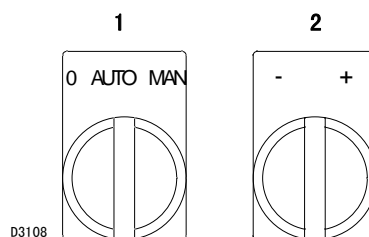
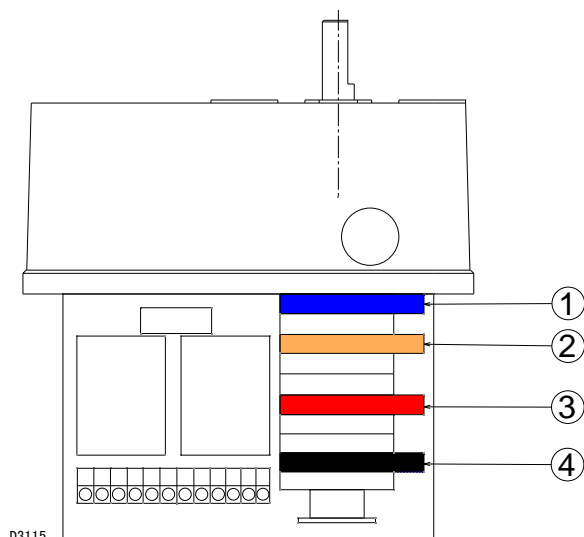

图 25
图 26
将选择器 1（图 25）置于“MAN”位置。
伺服电机（图 26）通过可变轮廓的凸轮和燃气蝶阀，同时对空气阻尼器进行调整。43 秒内旋转 130°。
旋转选择器 2 (图 25) “降低输出功率”，并将其旋转至“-”，直到伺服电机以 35 (在工厂内进行的调整) 关闭空气阻尼器和燃气蝶阀为止。
- 如有必要减少输气量，则以小幅规则运动稍微减小凸轮角度 2 (图 26)，如从 35° 减小到 33° 至 31°
- 如果需要增大输气量，则旋转 “增大功率” 2 (图 25) (打开燃气蝶阀 10-15) 并增大凸轮角度 2 (图 26)，同时伴有一系列小幅运动 - 如从角度 35° 增大至 37° 到 - 39°
通过按下选择器 2 (图 25) 上的符号 (+) 或 (-)，获取从一个位置到下一个位置的通道。
- 2 秒： 启动电气控制箱程序。风机电机启动，伺服电机启动、预冲放阶段启动。伺服电机以 125 度旋转至右侧，即：直到接触点干预到凸轮 3（图 26，第 25 页）。
- 63 秒： 伺服器朝向左侧旋转，直到设定凸轮 3（图 26，第 25 页）上的角度。
- 当需要的热量小于燃烧器的最小功率输出时，燃烧器锁定（G 至 H）。TL 节温器 / 压力开关打开时，伺服电机返回至 0 度位置，该动作由凸轮 2（图 26，第 25 页）限制。空气阻尼器完全关闭，以将热量损失降到最低。